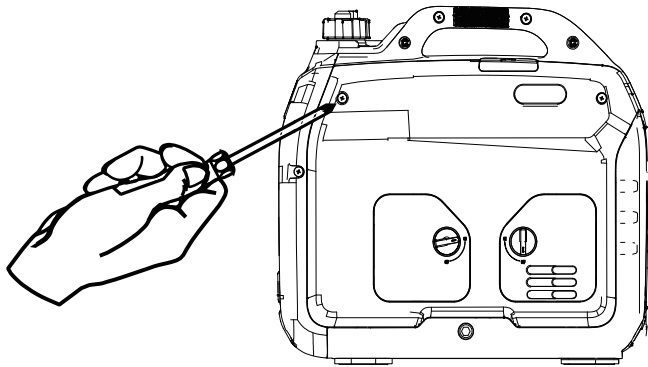

Figura 1: Panel de servicio del motor
1. Afloje el tornillo y remueva el panel de servicio del tapón de relleno/drenaje de aceite del motor para acceder al tapón de relleno/drenaje de aceite (vea la figura 1).